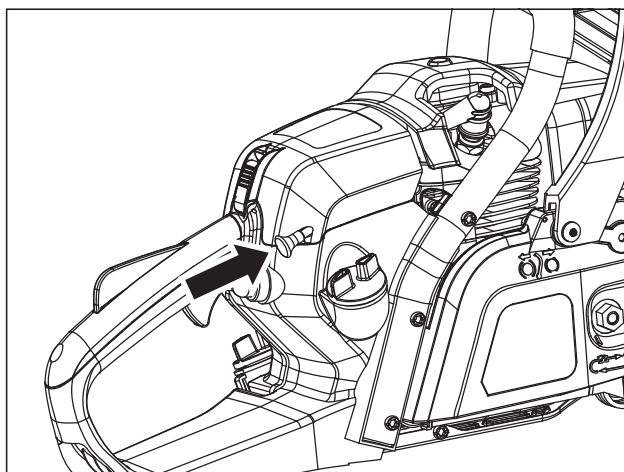

Fig. 9
5. Presione la perilla de estrangulación hasta la posición RUN (funcionamiento) (Fig. 9).